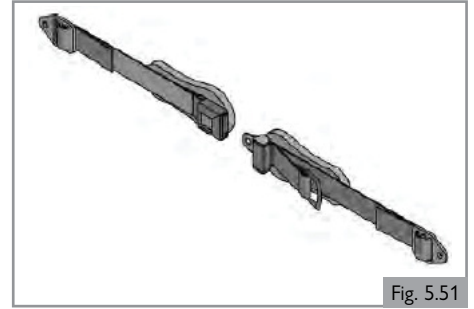

Fig. 5.51
5.13 Ceinture de sécurité / Ceinture de positionnement (Fig. 5.51)